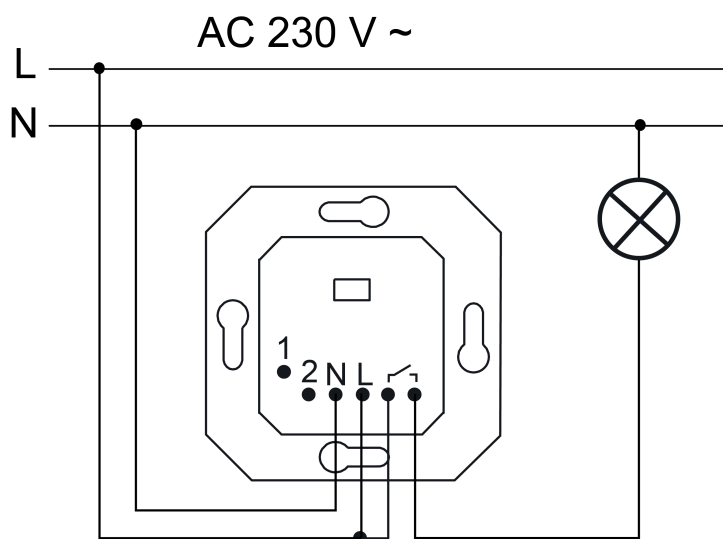
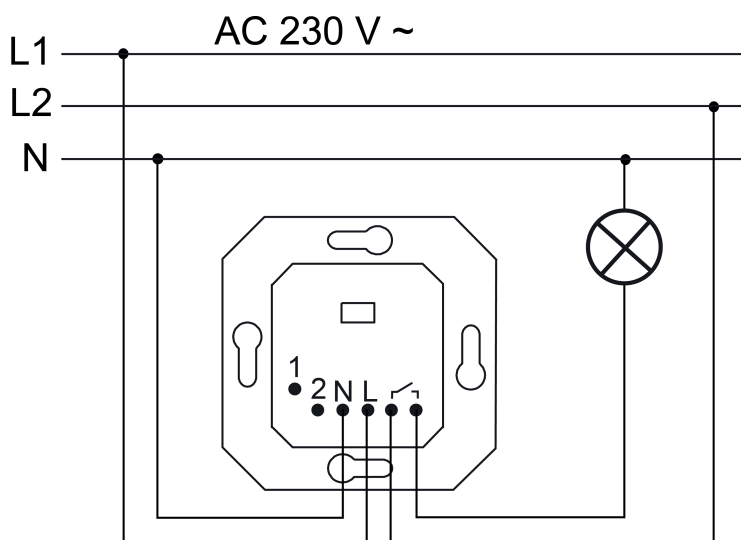

Figure 2: Exemple de raccordement à un conducteur de ligne
Figure 3: Exemple de raccordement à deux conducteurs de ligne
- Raccorder le mécanisme et la charge conformément aux exemples de raccordement (figure 2), (figure 3).